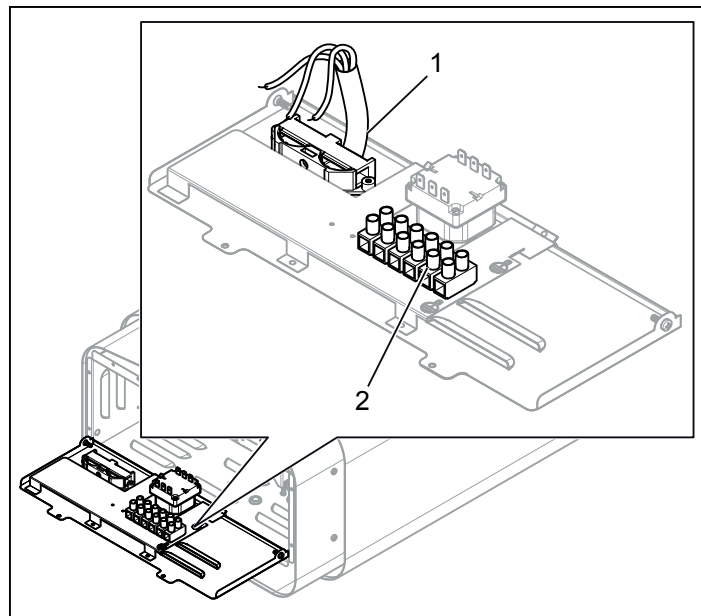

Fig 10: Raccordement électrique
3. Raccordez le câble électrique (voir figure 10), en suivant le schéma de raccordement (voir figure 18-23).